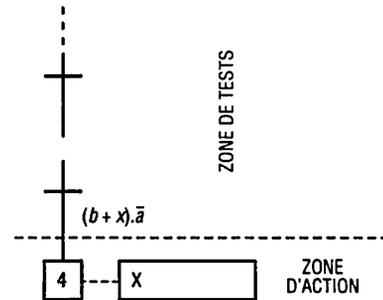

Fig. 25 : GRAFCET pour langage de programmation GRAFCET.
- d'un GRAFCET (Transition-Actions) (fig. 25) ;